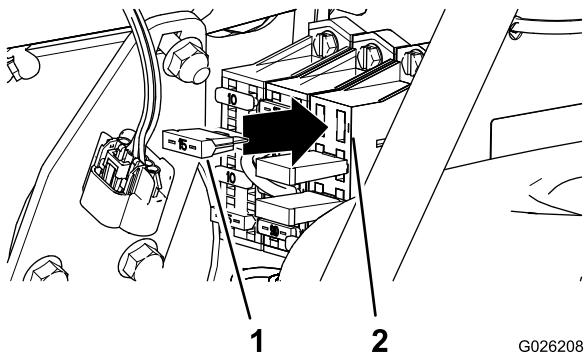

Figura 7
- Allineate le lamelle del fusibile con la presa nella posizione posteriore in alto del portafusibili (Figura 7).
- Inserite il fusibile fino a quando non è completamente in sede (Figura 7).